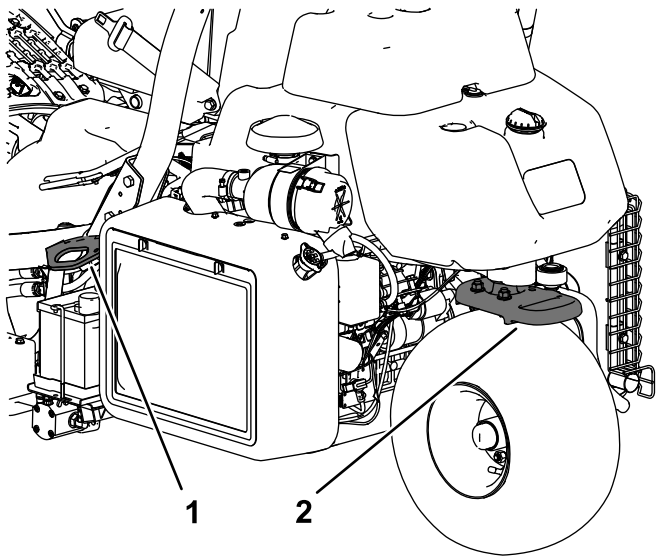

図 26
- 荷台に載せたら、ストラップ、チェーン、ケーブル、ロープなどで機体を確実に固定してください。機体の前後に取り付けた固定ロープは、どちらも、機体を外側に引っ張るように配置してください  図 26。